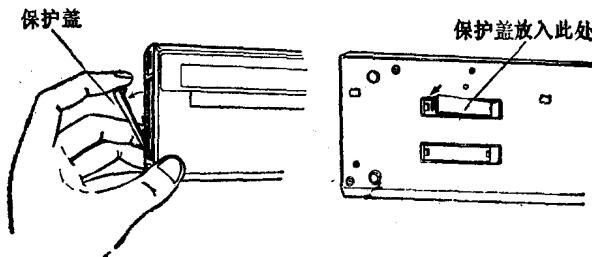

图 1-5 接口保护盖的取放
2. 揭下计算机左侧的接口保护盖，这个保护盖要从无缺口的那一端揭开，保护盖扣入计算机背面备用槽中（图1-5）。保护盖取走后，可以看到计算机的接口，不准用手或其他导体触摸接口。